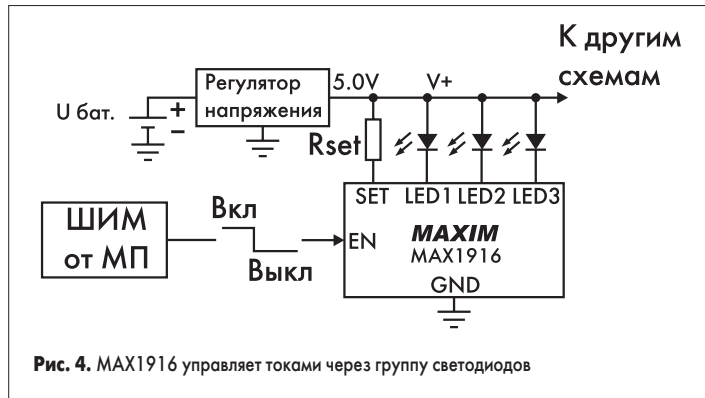

Рис. 4. MAX1916 управляет токами через группу светодиодов
1. Простой способ управления током, протекающим через светодиоды, состоит в использовании микросхемы, специально разработанной для этих целей. Схема включения представлена на рис. 4. Здесь показана дешевая микросхема MAX1916, которая позволяет регулировать ток через 3 белых светодиода. Абсолютная точность тока составляет 10 %, а токи, протекающие через светодиоды, отличаются не более чем на 0,3 %. Это наиболее важная характеристика, так как световые потоки от каждого светодиода должны быть одинаковыми. При полной яркости свечения ток через светодиод равен 20 мА. В этом случае достаточно 225 мВ, превышающих падение напряжения на светодиодах, чтобы микросхема поддерживала установленное значение тока. Установка тока через светодиоды производится с помощью резистора R_{set}. Уравнение для расчета тока имеет следующий вид: